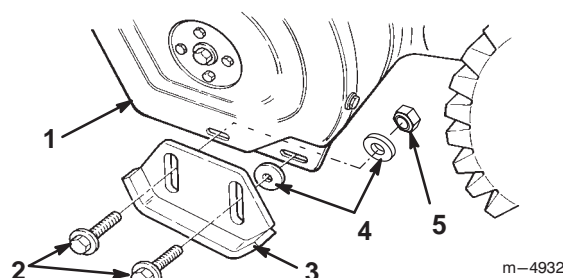

Figure 10
3. Enlevez les deux boulons à embase et rondelles plates qui fixent chaque extrémité de la lame racleuse aux plaques latérales (Fig. 10).
5. Introduisez une rondelle *entre chaque patin et plaque latérale* (Fig. 10). Ne serrez pas les boulons.
7. Introduisez une rondelle et un contre-écrou *derrière (à l'intérieur de) la plaque latérale* (Fig. 10). Ne serrez pas les boulons.